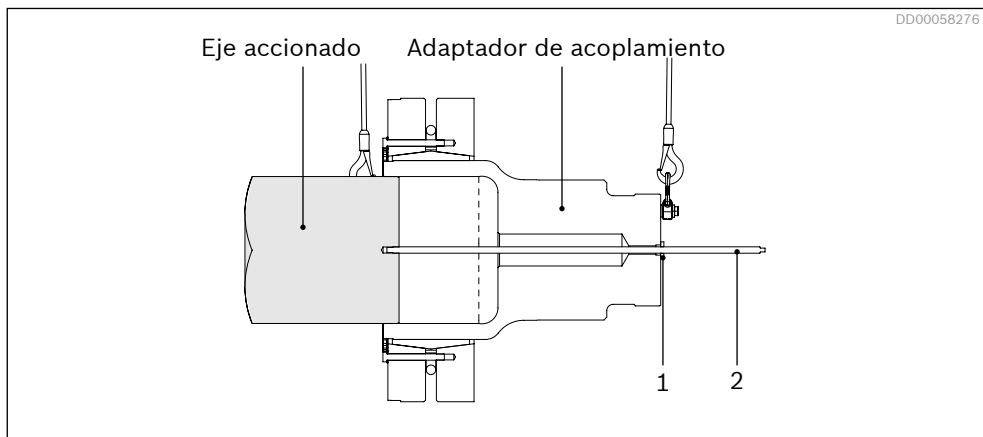

Fig. 37: Instalando el adaptador de acoplamiento en el eje accionado con la herramienta de montaje.
4. Pase la herramienta de montaje por el centro del adaptador de acoplamiento y atorníllela en el eje accionado usando la manilla principal del extremo de la herramienta, ver *Fig. 37: Instalando el adaptador de acoplamiento en el eje accionado con la herramienta de montaje*.